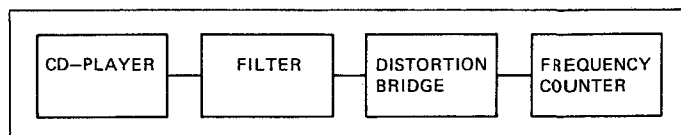

Fig. 4.20
-> fig. 4.20
- Montage selon fig. 4.20 avec filtre de mesure de distorsions à la sortie VARIABLE OUTPUT [2].
- Raccorder l'oscilloscope à une sortie et évaluer optiquement les signaux rectangulaires à 100 Hz, 400 Hz, 1002 Hz et 5512 Hz. La courbe doit être symétrique (fig. 4.20).